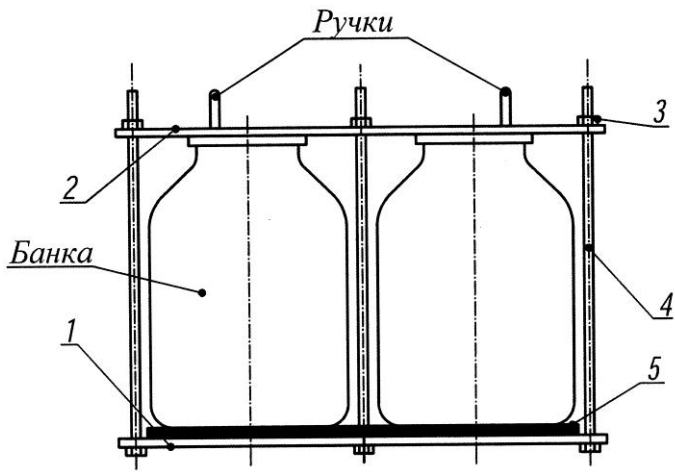

Рис.2 Кассета
- 6) Кассета в сборе (рис.2) 1
при необходимости вынуть кассету с банками из корпуса автоклава, взявшись двумя руками за ручки крышки 2 (рис. 2) (предварительно слив воду);
Установить в кассету подготовленное количество банок с закатанными продуктами согласно таблице 2.2. (где показана максимальная вместимость) и надежно зафиксировать банки в кассете с помощью зажимных гаек 3 (рис. 2), затягивая их крест-накрест ключом с лёгким усилием.
ВНИМАНИЕ! Если Вы используете стеклянную тару с крышками "твист-офф" (закручивающиеся крышки), то крышку 2 (рис.2) можно не устанавливать.
При установке банок в два слоя, банки верхнего слоя устанавливаются непосредственно на банки нижнего слоя без резиновой прокладки 5 (рис.2). Банки должны располагаться как можно ближе к шпилькам. Банки должны иметь одинаковую высоту. Проверить надёжность крепления банок, для этого попытаться руками сдвинуть банки относительно основания и крышки кассеты. Сдвиг не допустим.
5.22. После остывания банок до комнатной температуры открутить гайки 3 (рис. 2), снять крышку 2, вынуть банки с консервируемой продукцией и проверить состояние крышек, банок и прочность закатки.